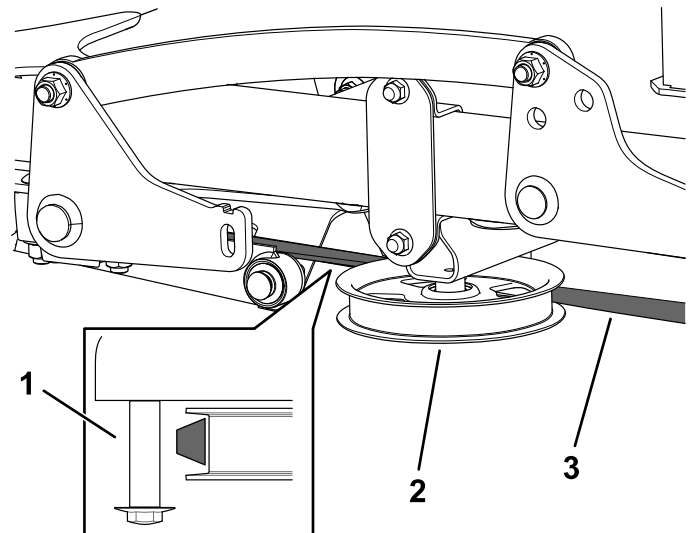

Figura 7
4. Enrute la correa hasta la polea tensora (Figura 7).
**Importante:** Asegúrese de que el lado más ancho de la correa está en contacto con la polea, como se muestra en la Figura 7. Utilice el perno de cuello largo como guía para la correa.